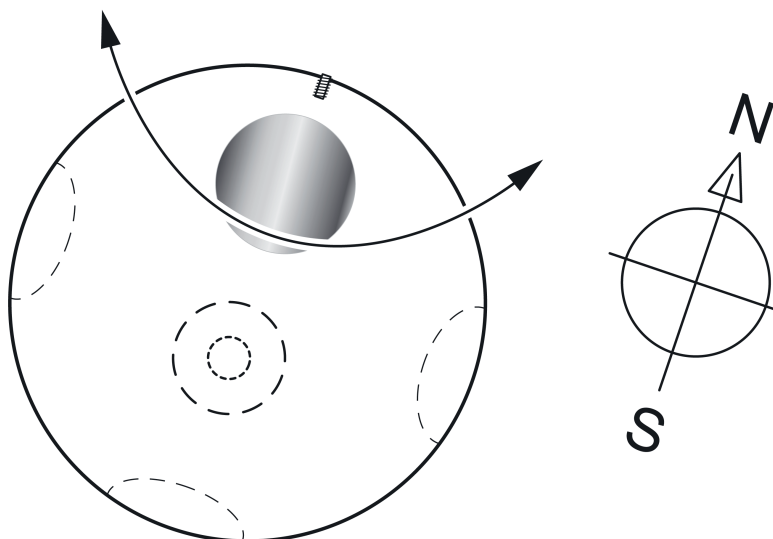

Figura 9: Orientar la estación meteorológica
- Orientar la cabeza del sensor según el punto cardinal o – según las condiciones detalladas del lugar – según la orientación de la fachada (figura 9).